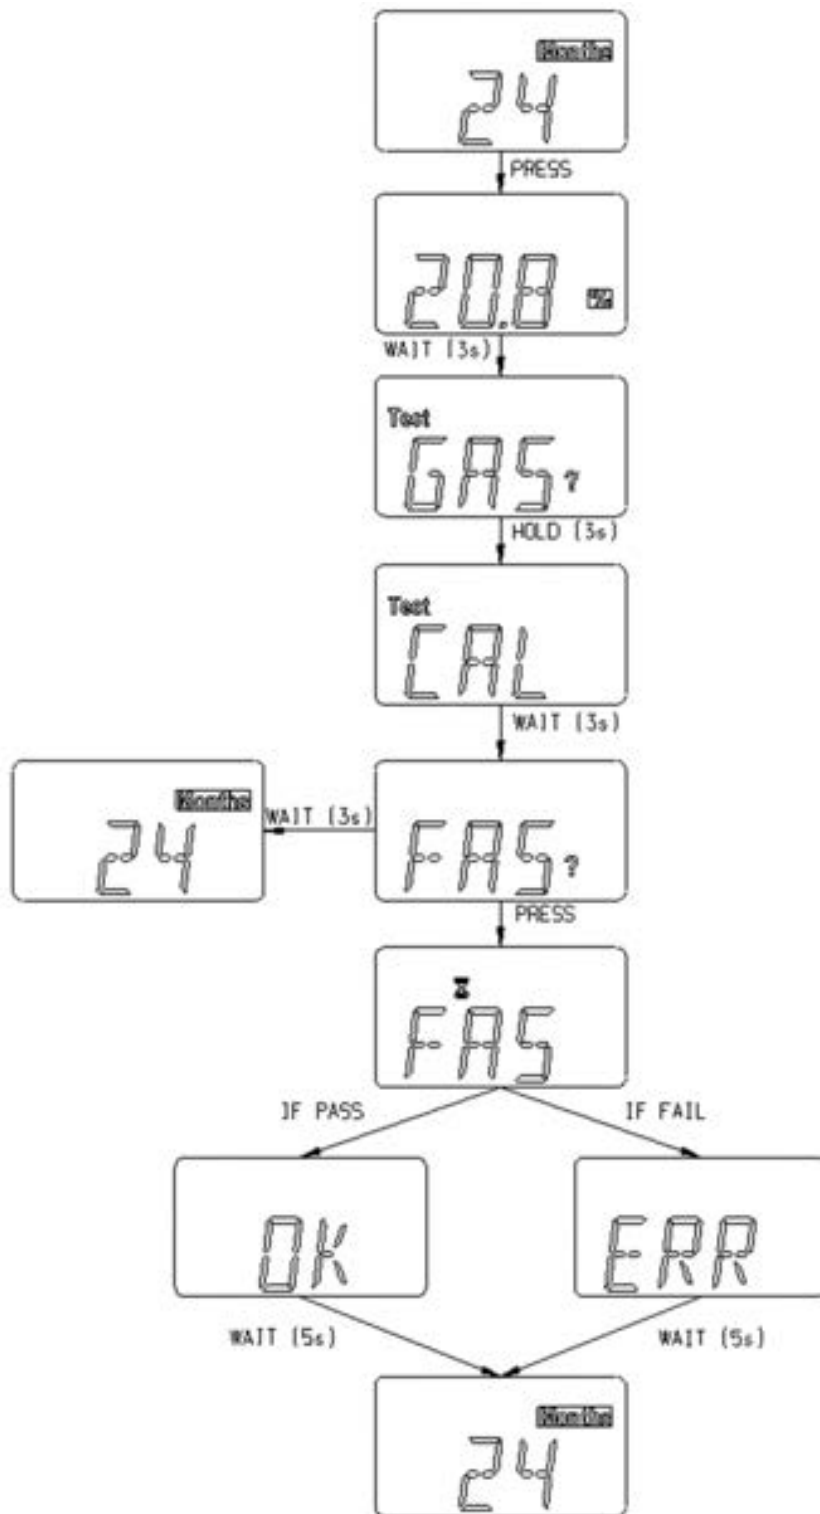

Figure 9 Diagramme d'étalonnage (oxygène)
- Voir la Figure 9 pour plus de détails.